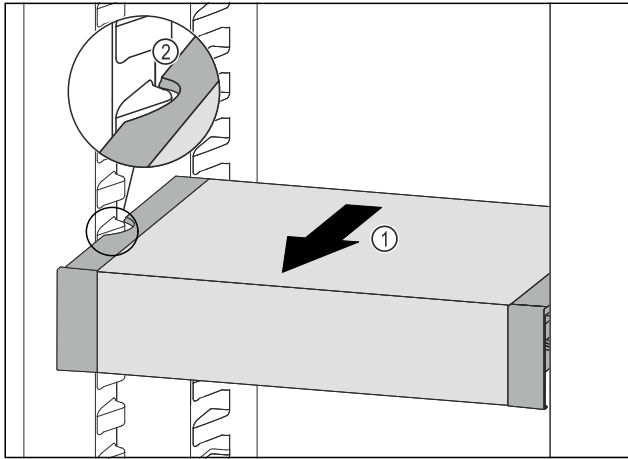

Fig. 104
- ▶ Húzza előrefelé a VarioSafe fiókot annyira Fig. 104 (1), hogy a VarioSafe oldalsó kivágásai a hűtőrészben a tartóborða magasságában legyenek. Fig. 104 (2)